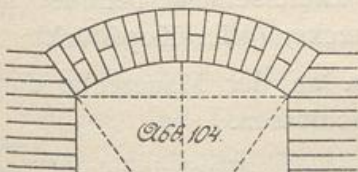
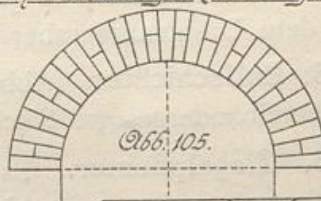

Abb. 104.
Abb. 105.
**7. Gewölbemauerwerk** (Abb. 104 bis 106). Die wagerechte Lichtweite des Gewölbes oder Bogens nennt man die Spannweite. Gewölbe sind in der Regel nach dem Kreisbogen gekrümmt; ist dieser ein Halbkreis, so nennt man das Gewölbe ein Tonnengewölbe, einen solchen Mauerbogen einen Halbkreisbogen (Abb. 105). Seine lichte Höhe ist gleich der Hälfte der Spannweite. Gewölbe, deren
Höhe geringer ist als die Hälfte der Spannweite, also flache Gewölbe, nennt man Kappengewölbe oder Kappen, Mauerbogen dieser Art Stichbogen (Abb. 104). Die sichtbare Vorderfläche des Gewölbes oder Bogens heißt die Stirn, die Unterfläche heißt die innere, die Oberfläche die äußere Laibung.